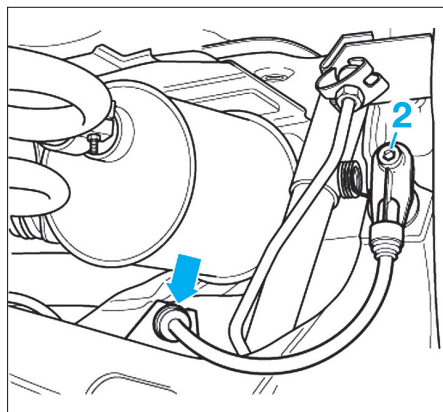

Fig. 49
- Dévisser la vis (2) du bras de suspension (Fig.49).